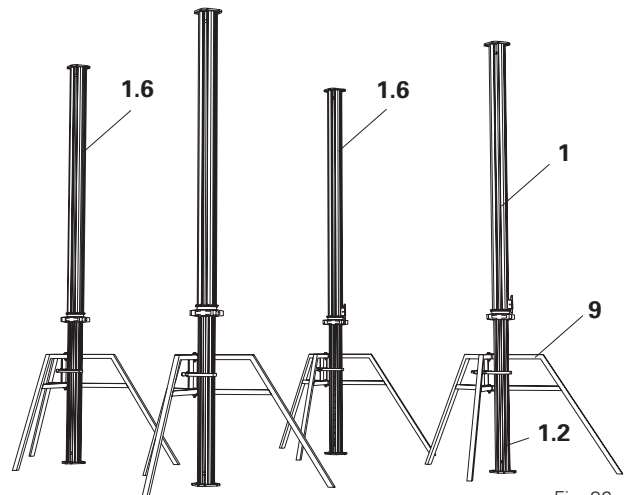

Fig. 36
- Målebåndet **1.6** vender indad. Fig. 36